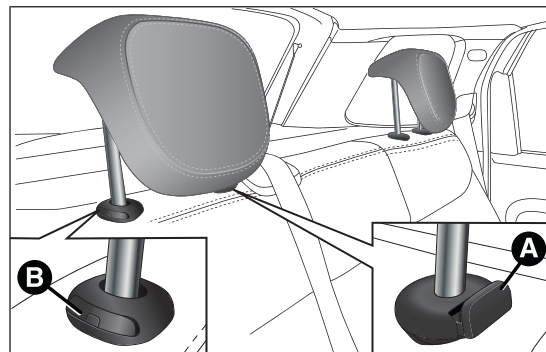

fig. 31
Regolazione verso il basso: premere il tasto A fig. 31 ed abbassare l'appoggiatesta.
- ☐ premere i tasti A e B fig. 31 a lato dei due sostegni, quindi rimuovere gli appoggiatesta sfilandoli verso l'alto.